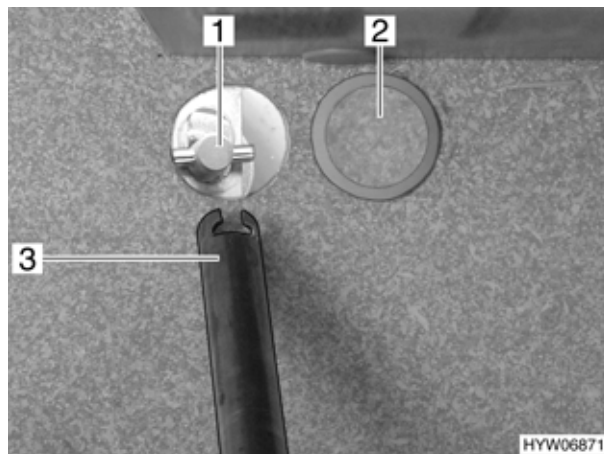

Fig. 182 Apertura del verricello
L'apertura per il pilotaggio del verricello è coperta da un coperchio di plastica (Fig. 182,2).
- Aprire delicatamente il coperchio di plastica (Fig. 182,2) con un attrezzo adatto (ad es. un cacciavite).
- Collocare la chiave (Fig. 182,3) sulla sede (Fig. 182,1) del portaruota di scorta.